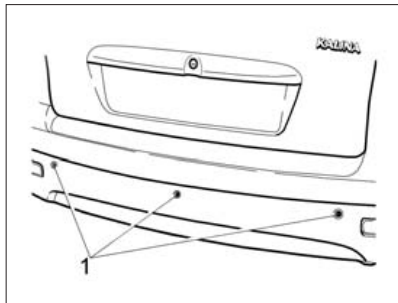

Рис. 43. Датчики парковки
**В варианном исполнении** автомобиля оснащаются системой безопасной парковки (парктроник (от англ. parktronic). Система поможет избежать досадных мелких аварий и следующих за ними материальных затрат. **Датчики парковки** (рис. 43) помогут Вам обнаружить опасное препятствие, невидимое из салона автомобиля.